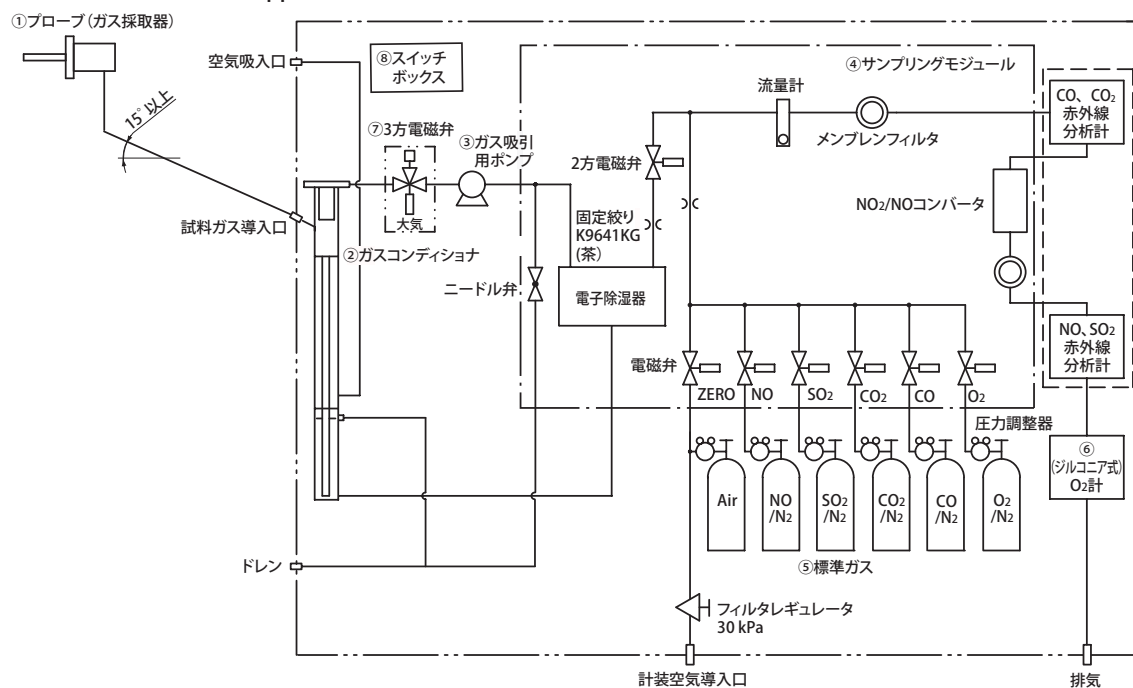

図1.6 標準的なサンプルング系統図
- ★ P1-6 「1.2 サンプリング系統図」図 1.6 に固定絞りの部品番号を追記、図中の試料ガス圧力の記述を削除